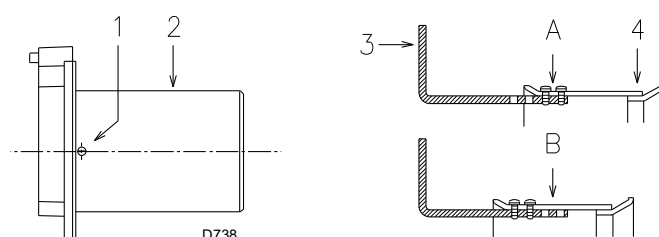

Fig. 13
- svitare le viti 1)(Fig. 13) e smontare il boccaglio 2).
- Spostare il fissaggio dell'asta 3)(Fig. 13) dalla posizione A a quella B, arretrando così l'otturatore 4).
- Rimontare il boccaglio 2)(Fig. 13) e le viti 1).